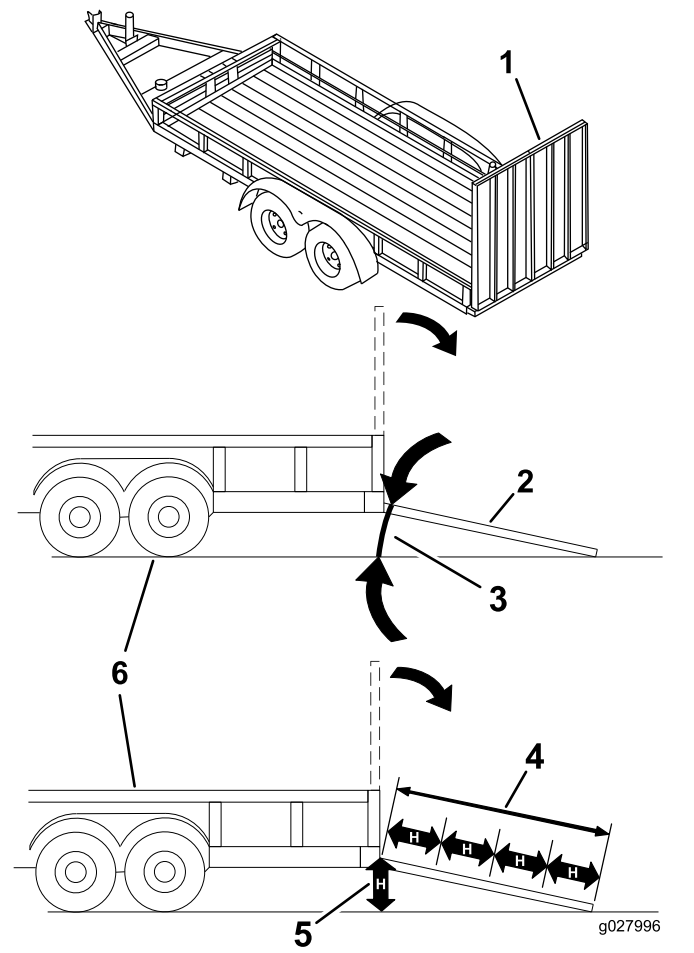

Figure 25
Le chargement de la machine sur une remorque ou un camion augmente le risque de basculement, et donc de blessures graves ou mortelles (**Figure 25**).
3. Abaissez la rampe pour que l'angle avec le sol ne dépasse pas 15 degrés (Figure 25).
1. Abaissez la rampe pour que l'angle avec le sol ne dépasse pas 15 degrés (Figure 25).